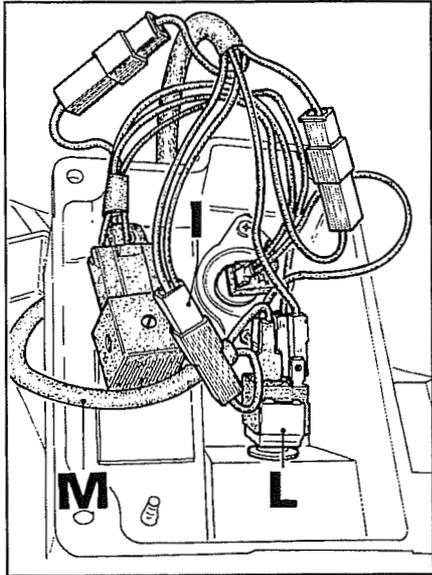

Abb. 38
5. Den Kabelstrang **M** Abb. 38 anschließen. Dazu ist das braune Doppelkabel mit den schwarzen Punkten **I** vom Schalter für Heben/Senken **L** abzutrennen, um diese beiden Kabel des besagten Kabelstrangs dann mit einem Kabel am Schalter **L** und das andere Kabel mit dem Doppelkabel **I** zu verbinden.